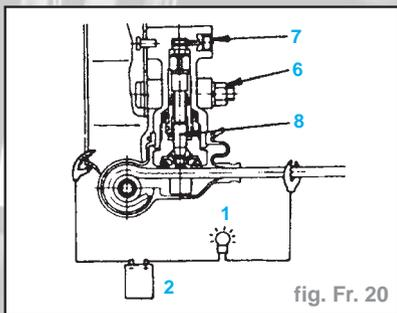

fig. Fr. 20
**Important** : La tringlerie (4) est recouverte de matériau isolant, tourner le clip (5) deux à trois fois pour traverser l'isolement.
- Desserrer les écrous (6), soulever l'unité de soupape (7) - (la pression diminue) (fig. Fr. 20).